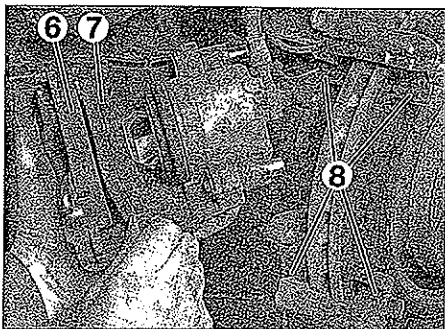

FIG. 8
- la pastilla exterior (6) (fig. 8).
- la pastilla interior (7).